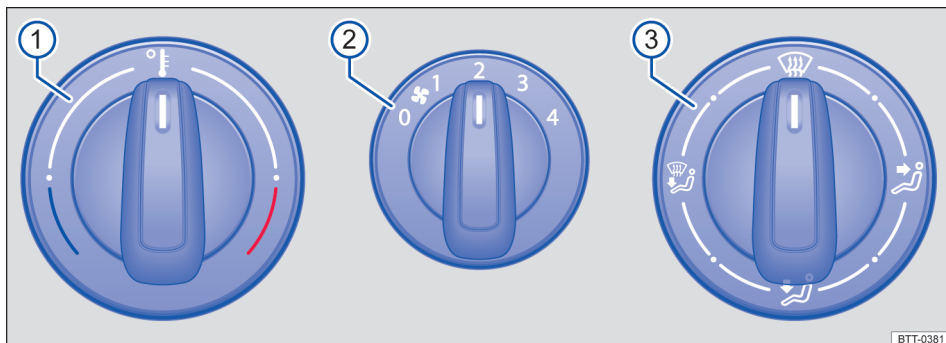
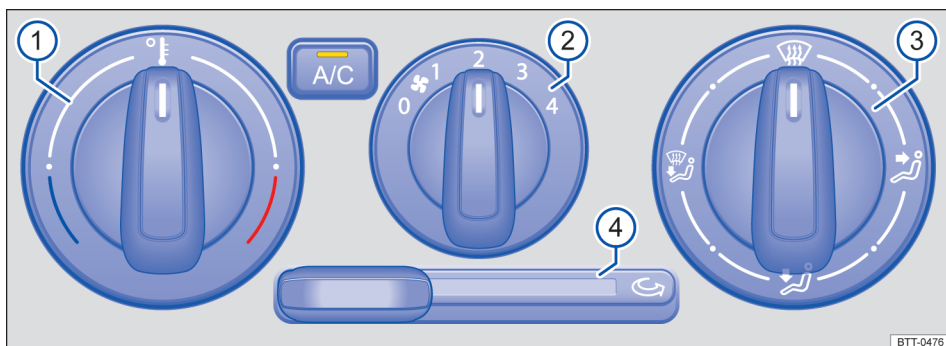

Fig. 72 No console central: comandos do sistema de ventilação e aquecimento.
Fig. 73 No console central: comandos do ar-condicionado.
| Botão, regulador | Informações complementares do sistema de ventilação e aquecimento → Fig. 72 e ar-condicionado → Fig. 73. |
- Em veículos com sistema de aquecimento, colocar o regulador da temperatura → Fig. 72 ❶ totalmente para a direita, para a posição máxima de aquecimento.
- Colocar o regulador de distribuição de ar ❸ na posição ☞.
- Colocar o ventilador ❷ no nível 3 ou 4.
- Colocar o regulador da distribuição de ar → Fig. 73 ❸ para a posição ☞.
- Colocar o regulador da temperatura ❶ na posição desejada.
Ligar: empurrar o regulador correção → Fig. 73 para a direita até o batente.
Desligar: empurrar o regulador correção → Fig. 73 para a esquerda até o batente.